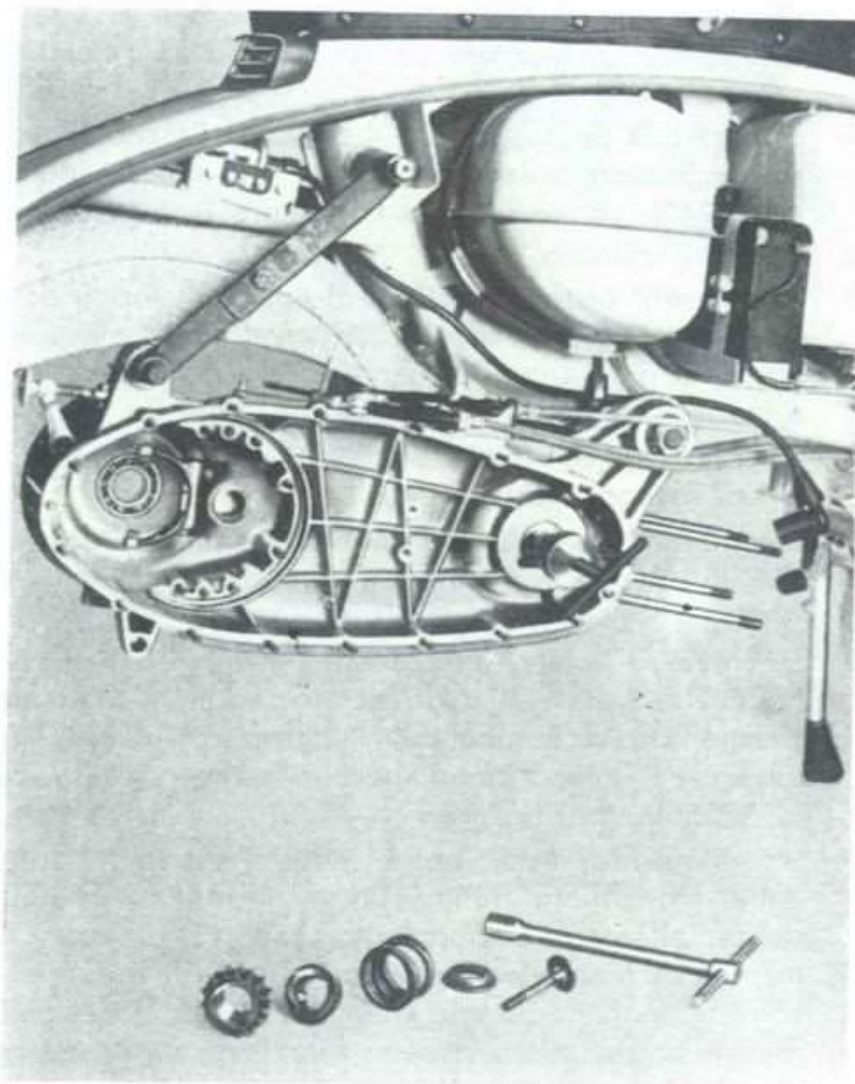

Fig. 19
- 33** Smontare il pignone: bloccare l'albero con l'attrezzo 49221 infilato sulla biella, svitare il bullone di fissaggio (chiave da 14), sfilare la rondella, la molla, l'innesto scorrevole ed il pignone. Quindi estrarre il manicotto con l'estrattore (attrezzo n. 60051) (fig. 19).